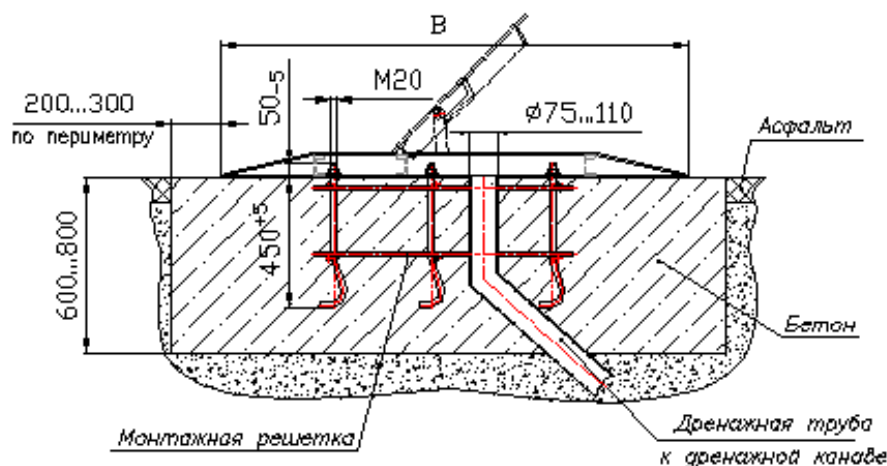

Рисунок 4.
1) если устанавливается ПЗП **накладного** типа (**Рисунок 4**), то уровень резьбовых концов анкерных болтов должен быть выше уровня дорожного полотна на 50мм.